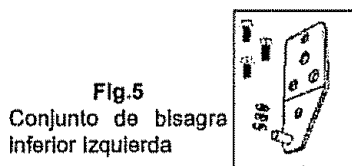

Fig. 5
14. Usando la bisagra inferior izquierda que viene con su unidad (Fig. 5): Inserte la clavija de la bisagra en la parte inferior de la puerta, luego alinee los agujeros de la bisagra con los del gabinete y fije la bisagra al gabinete con tres (3) tornillos